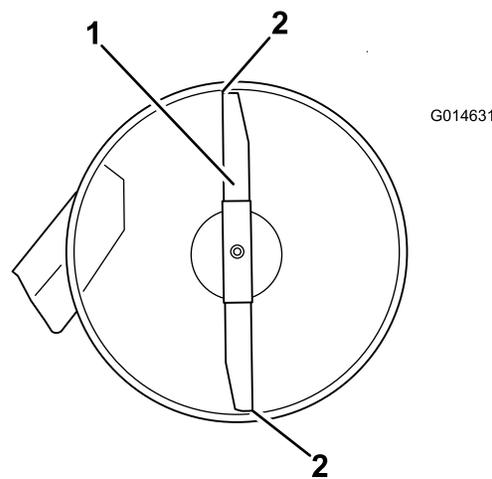
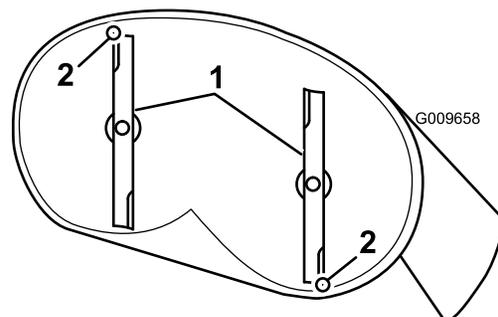

Figure 61
Figure 62
4. Faites pivoter la ou les lames avec précaution pour faire passer les pointes avant à l'arrière (Figure 61 et Figure 62).
5. Mesurez la distance entre la pointe de la lame avant et la pointe de la lame arrière par rapport à la surface plane (Figure 62 et Figure 63).
9. Une fois le réglage effectué, vérifiez à nouveau l'inclinaison avant/arrière de la lame; continuez d'ajuster l'écrou jusqu'à ce que la pointe avant de la lame soit de 1,6 à 8 mm (1/16 à 5/16 po) plus bas que la pointe arrière (Figure 62 et Figure 63).